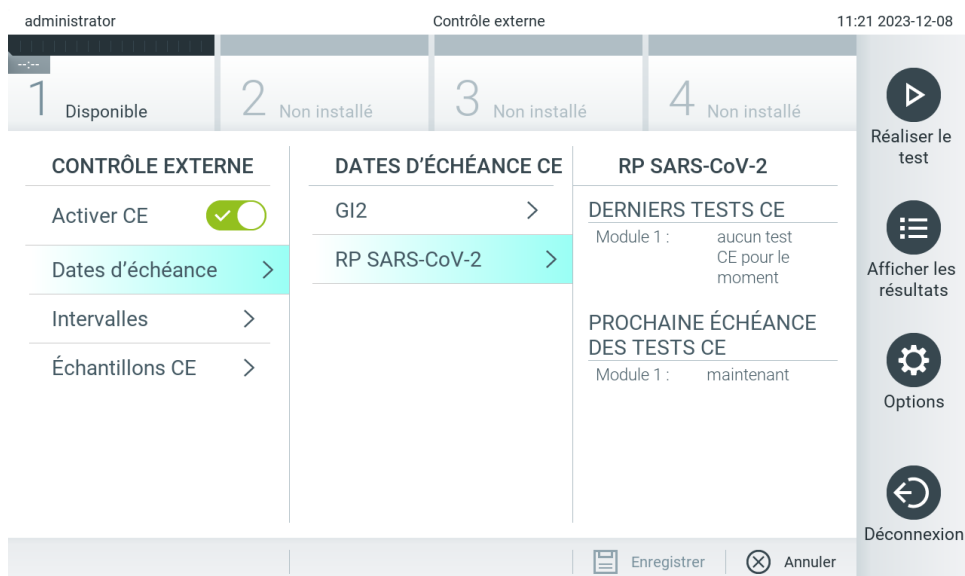

Figure 77. L'écran External Control Due Dates (Dates d'échéance du contrôle externe).
- Sélectionnez **Intervals** (Intervalles), puis un dosage dans la liste pour configurer l'intervalle après. Un rappel s'affiche pour rappeler aux utilisateurs qu'un test de contrôle externe doit être effectué pour le dosage sélectionné si l'intervalle est dépassé (figure 77).